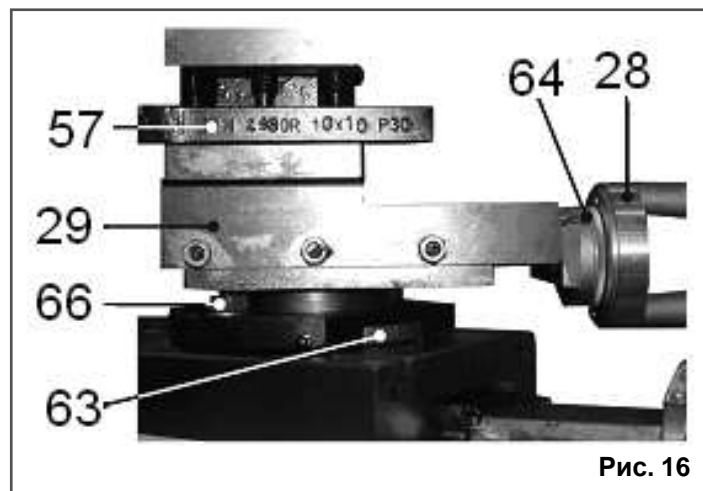

Рис. 16
10.3.6. Для выполнения конусного точения необходимо ослабить две гайки (66), установить поворотный суппорт (29) на необходимый угол по показаниям шкалы (63). Зафиксируйте положение поворотного суппорта (29) двумя гайками (66), Рис. 16.
10.3.7. Конусное точение выполняется вращением маховика (28) подачи поворотного суппорта (29) для перемещения резца (57). Размер контролируется по показаниям лимба (64), (1 деление = 0,025 мм), Рис. 16.